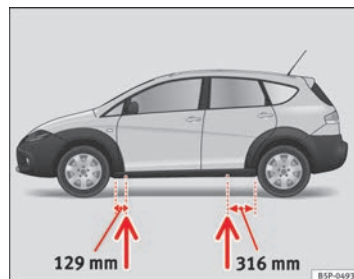

Fig.170 Puntos de apoyo del gato
- Busque en el larguero inferior del vehículo el punto de apoyo mas cercano a la rueda pinchada ⇒ página 261, fig. 170.
En el larguero inferior van marcados los lugares en los que se puede apoyar el gato ⇒ página 261, fig. 170. Se ha previsto un lugar para cada rueda. El gato no debe colocarse en otros lugares.